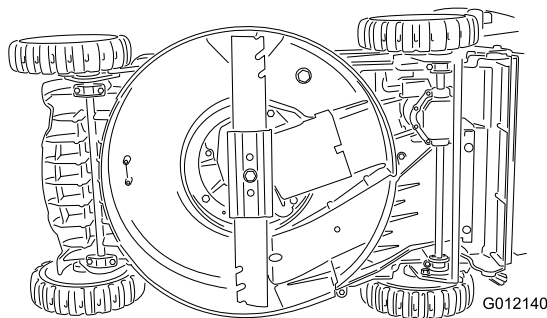

Рисунок 25
2. Переверните машину на одну сторону (Рисунок 25) так, чтобы масломерный щуп был направлен вниз.